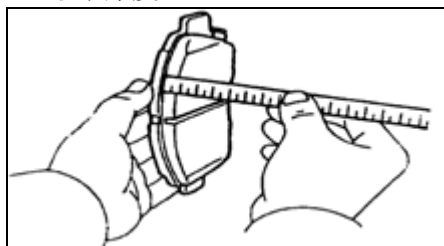

图 3—18
2) 检查摩擦片衬面厚度。用直尺测量衬面厚度。如图3—18所示。标准厚度：11.0mm；最小厚度：1.0mm。